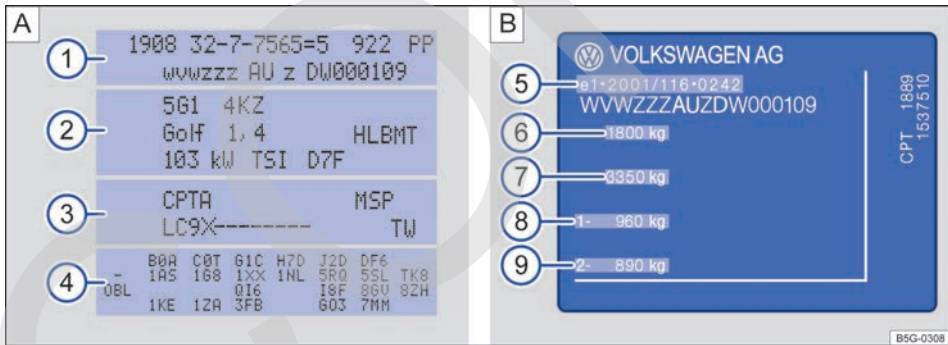

Fig. 204. A) Portadatos del vehículo: en la figura, por ejemplo, con letras distintivas del motor CPTA (3). B) Placa de modelo.
El portadatos del vehículo → fig. 204 A va pegado en el maletero, en la zona de la cavidad de la rueda de repuesto, y en él figuran los siguientes datos:
- ① Número de identificación del vehículo (número de bastidor)
- ② Modelo de vehículo, potencia del motor y caja de cambios
- ③ Letras distintivas del motor y del cambio, referencia de la pintura, equipamiento interior. En el ejemplo, las letras distintivas del motor son "CPTA" → fig. 204.
- ④ Equipamientos opcionales, números PR
La placa de modelo → fig. 204 B se encuentra en la parte inferior del montante de la puerta del conductor. Se ve abriendo esta puerta. Los vehículos destinados a determinados países no llevan placa de modelo.